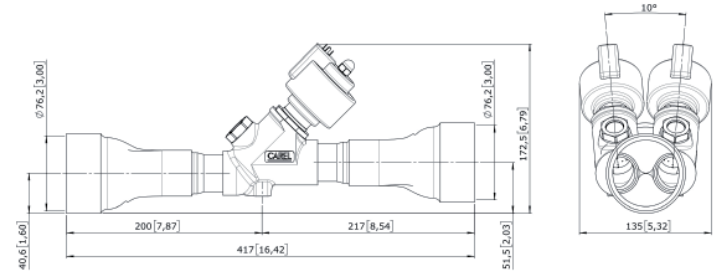

Fig. 4
5. Tighten the steel cartridge to the special threaded socket in the valve body using fork spanner (for the size see Fig. 4), making sure the O-ring is fitted to ensure hermetic tightness. Tighten the cartridge by pressing the ring against the valve body with a recommended torque of 30-35 Nm for E7V (Fig. 2.3). **Warning!** If the threaded rod comes completely out of the cartridge, proceed as follows:
- Visser la cartouche en acier au corps du détendeur dans son emplacement fileté spécial avec une clé à fourche (pour la dimension, voir fig. 4) en vérifiant l'insertion correcte du joint O'ring, qui garantit son étanchéité. Serrer la cartouche en situant la baguette en butée sur le corps vanne avec un couple de serrage conseillé de 30-35 Nm pour E'V et E'V ou de 35-40 pour E'V (Fig. 2.3).
- Den Stahleinsatz in der speziellen Gewindeausparung des Ventilkörpers mit einem Gabelschlüssel (für die Größe siehe Fig. 4) verschrauben; überprüfen, dass der O-Ring, der die hermetische Dichtigkeit garantiert, befestigt ist. Den Einsatz am Ventilkörper mit einem Drehmoment von 30-35 Nm für E'V und E'V oder 35-40 für E'V festschrauben (Fig. 2.3).